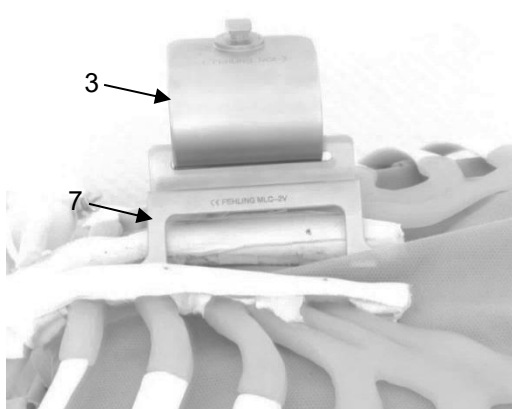

Fig. 10
1. Introduzca la hoja IMA (3) junto con la hoja de sujeción IMA (7) en la ranura de la sierra externa (Fig. 10).